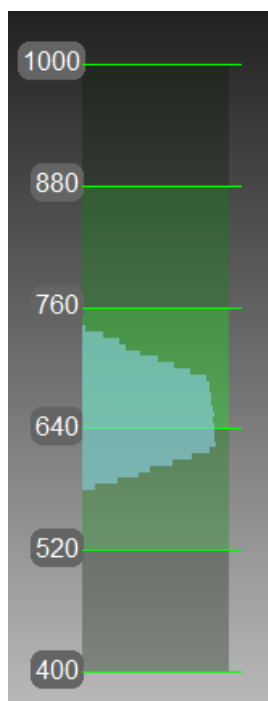

Рис. 5.3: Дальномер в окне *3D вида*, изображающий поверхности, лежащие в пределах оптимального диапазона сканера Artec EVA
- Старайтесь располагать сканер как можно ближе к центру дальномера¹ или немного ниже его (ближе к объекту) (см. Рис. 5.3)
¹ С технической точки зрения, центр дальномера — центр глубины видимости. 3D-сканер имеет ближнюю и дальнюю плоскости отсечения (Рис. 3.2), которые определяют оптимальное расстояние между устройством и сканируемым объектом. Для наглядной визуализации расстояния до сканируемого объекта в Artec Studio реализован инструмент *Дальномер*, который представляет собой набор полупрозрачных гистограмм, расположенных слева в окне *3D вида* (см. Рис. 5.3). Каждая гистограмма отображает распределение точек получаемых поверхностей по расстоянию до сканера. Цвет гистограммы соответствует набору поверхностей, из которого она получена: по умолчанию серый цвет используется для зарегистрированных ключевых кадров, светло-зеленый — для нескольких последних кадров зарегистрированной последовательности, темно-зеленый — для успешно зарегистрированного последнего кадра, а красный обозначает сбой регистрации.